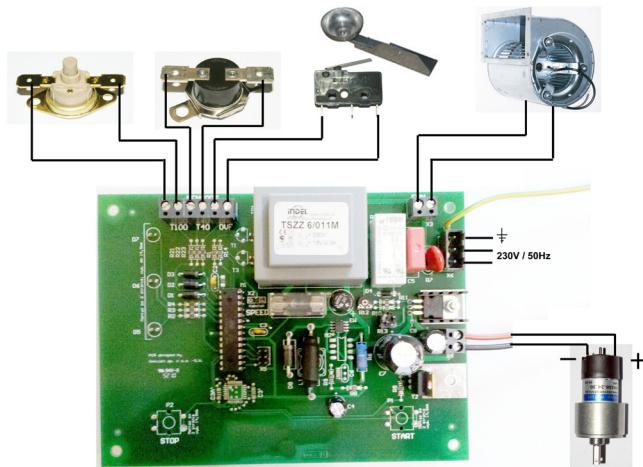

Fig. 1
► Fig. 1 Строеж на нагревателя